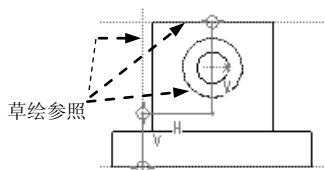

图 3.2.22 选取草绘参照
(5) 选取图 3.2.22 所示的圆、边线和基准轴作为草绘参照。
(6) 绘制图 3.2.22 所示的偏移剖截面草图, 完成后单击 **✓** 按钮, 调整视图方向。